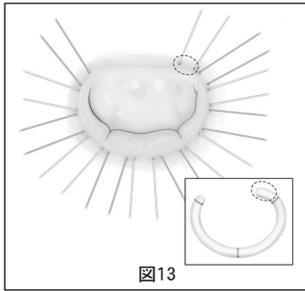

図13
1. 各縫合糸は、弁尖と心房の接合部の1～2mm外側の弁輪に掛けるようにします（図13）。後交連部の先には少なくとも一針は必要です（図内、点線の丸で示した部分）。この追加針は、後交連部マーカを超えた部分に対応します。